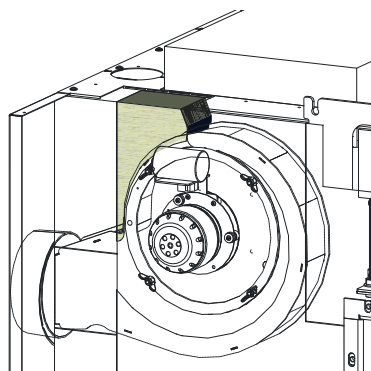

Fig. 28 Inserimento dell'isolante nella parte superiore dell'attacco del tubo di scarico
- ▶ Infilare l'isolamento (incluso – Fig. 7) in alto in corrispondenza dell'attacco del tubo di scarico – Fig. 28.